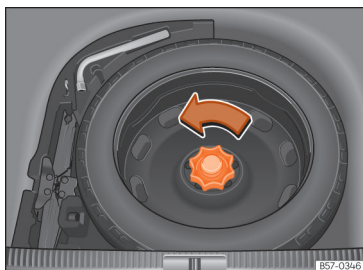

Fig. 241 En el maletero: piso de carga alzado.
- Gire la ruedecilla en sentido contrario a las agujas del reloj >>> **fig. 241.**